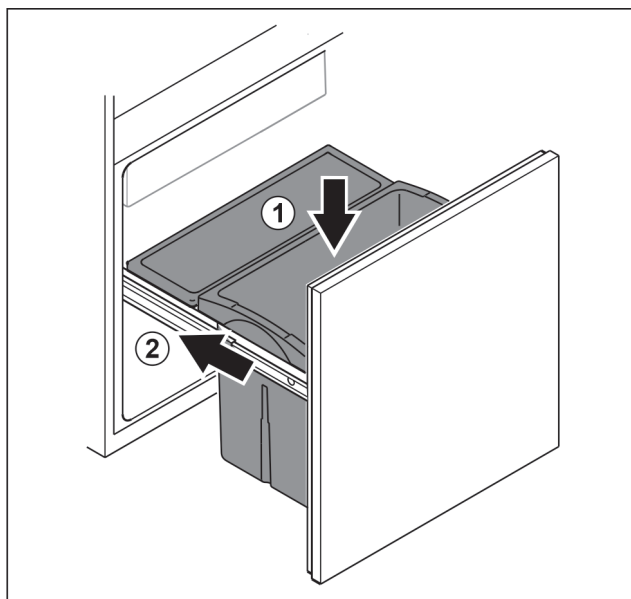

Fig. 101
- ▶ Sett inn skuffen ovenfra. Fig. 101 (1)
- ▶ Skyv inn uttrekksvogn. Fig. 101 (2)